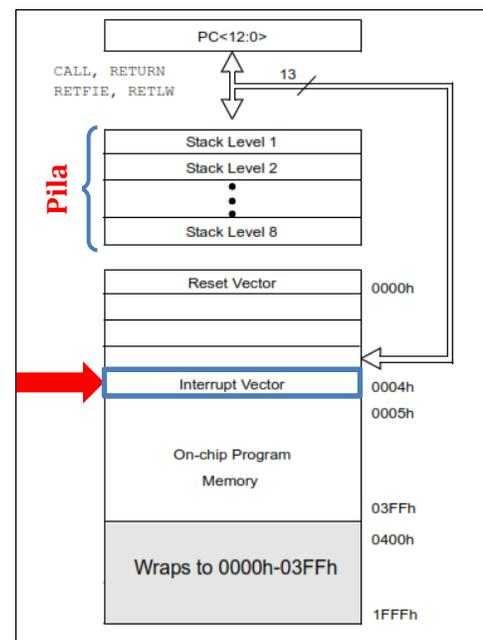

Figura 4.1. Memoria de programa y la pila del PIC12F629.
Los microcontroladores PIC de gama baja y media poseen un único vector de interrupción situado en la dirección 04h de la memoria de programa como se ve en la figura 4.1 donde se muestra el PIC12F629 de la gama media, mientras que los de la gama alta tienen dos o tres vectores de interrupción de distinta prioridad, alta y baja respectivamente.
- 4) Recuerde que cada vez que se activa la interrupción a través de INT el programa se dirige a la dirección 0004 de la memoria de programa, como se mostró en la figura 4.1. En lenguaje C no es necesario direccionar los vectores de interrupción como ocurre en lenguaje ensamblador, pero **es necesario que la función de interrupción se encuentre antes de la función *main*()**. La función de interrupción se indica como se muestra en la figura 4.3.